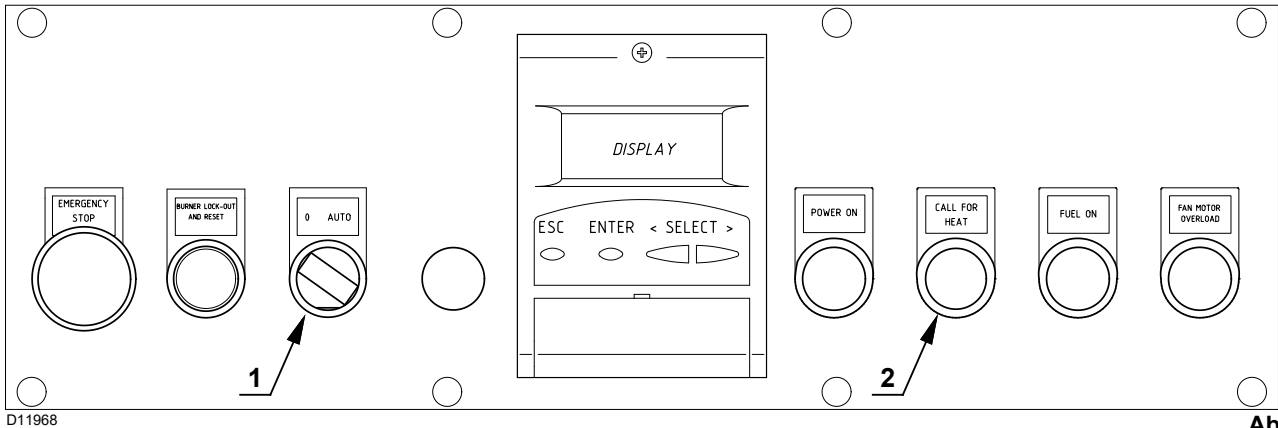

Abb. 27
Die Fernbedienungen ausschalten und den Schalter 1)(Abb. 27) in die Position „AUTO“ bringen.
Beim Schließen des Grenzwertthermostats (TL) muss die Anzeige der Heizanforderung „CALL FOR HEAT“ 2)(Abb. 27) aufleuchten, dann beginnt der Brenner den Startzyklus.